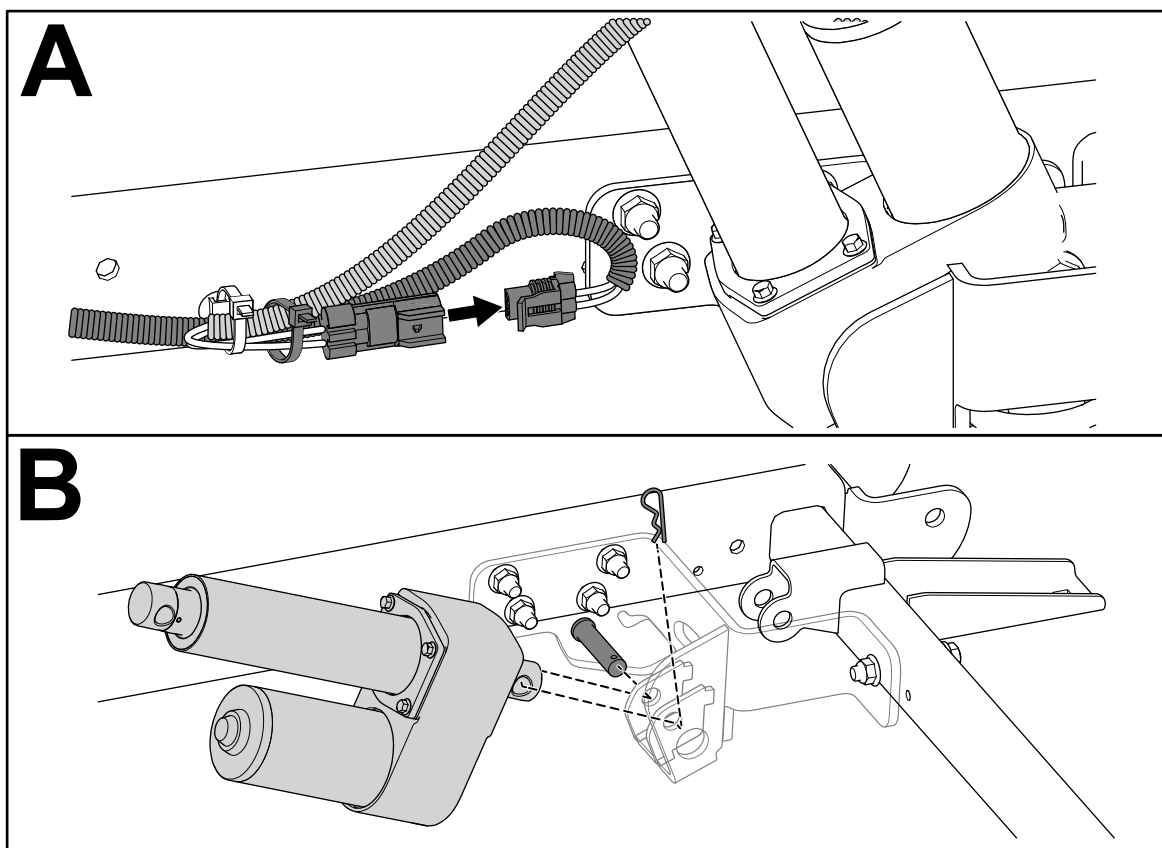

Рисунок 4
5. Снимите цилиндр подъема с электроприводом (**если применимо**), как показано на Рисунок 4.